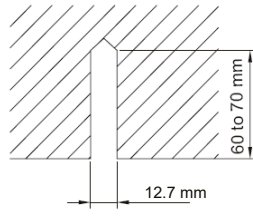

Fig.6
2. Instale os parafusos no teto num local forte o suficiente para pendurar a unidade. Marque as posições dos parafusos no modelo de instalação. Com uma broca para cimento, faça furos de 12,7 mm (1/2") de diâmetro (Fig.6).